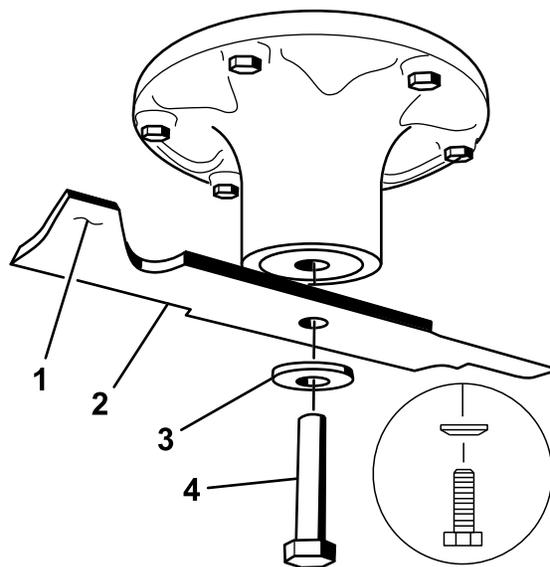

Figura 60
Sujete el extremo de la cuchilla usando un trapo o un guante grueso. Retire del eje el perno de la cuchilla, la arandela curva y la cuchilla (Figura 60).
- A. Rebaje algo de metal en la parte de la vela solamente con una lima (Figura 60).
1. Instale la cuchilla en el eje (Figura 60).
2. Instale la arandela de muelle y el perno de la cuchilla (Figura 60).